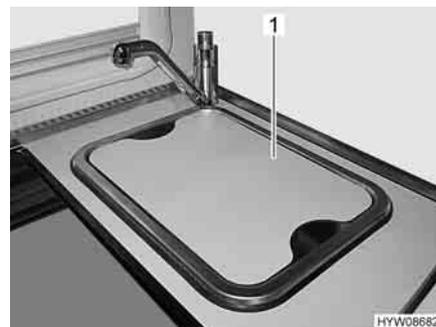

Fig. 15 Coperchio lavello cucina (alternativa)
- Rimuovere il coperchio lavello cucina (Fig. 15,1) e stivarlo in modo sicuro.